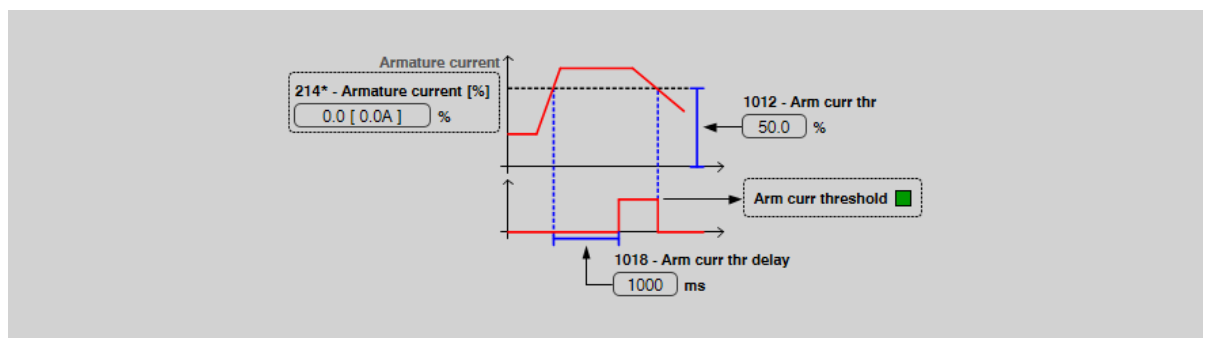

Figura 6-93: Schema logico di funzionamento del segnale Arm curr threshold
4400 Droop enable	Consente di abilitare la funzione Droop , inserendo l'uscita Droop out mon prodotta dalla funzione nella catena del riferimento di velocità del drive, in somma al riferimento di velocità Speed ref 2 mon (vedi figura 6-93)